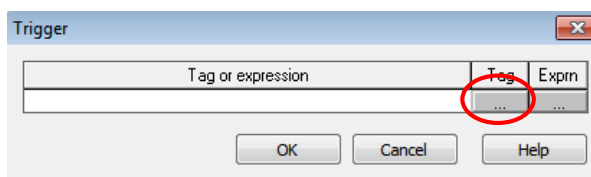

Figura 12: Ventana de Trigger para configuración de Alarmas
6. Al seleccionar “Add” aparecerá la ventana Trigger como se muestra en la Figura 12, aquí se vinculará algún tag creado en la programación, en este caso las bobinas que están a la salida de los comparadores, es decir estas bobinas se encenderán cada vez que la temperatura del caldero no se encuentre en el rango normal de temperatura, entonces estas bobinas en el rato que se enciendan se guardarán en la lista del display de “alarmas” anteriormente mostrado mostrando algún mensaje de advertencia de acuerdo a la bobina energizada.